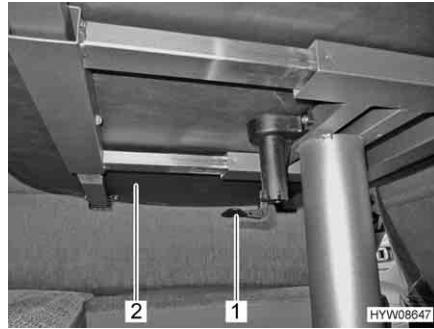

Fig. 58 Leva per spostare il piano del tavolo
- Tirare o spingere la leva (Fig. 58,1) verso il basso.
- Spingere il piano del tavolo (Fig. 58,2) nella posizione desiderata.